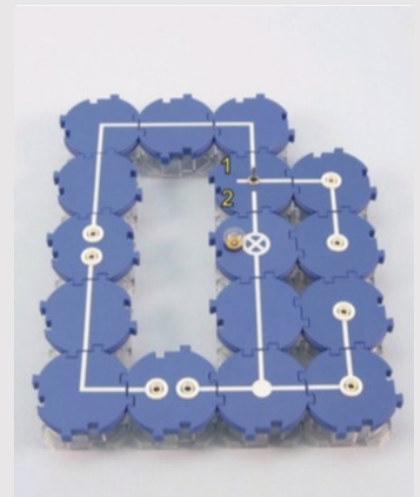
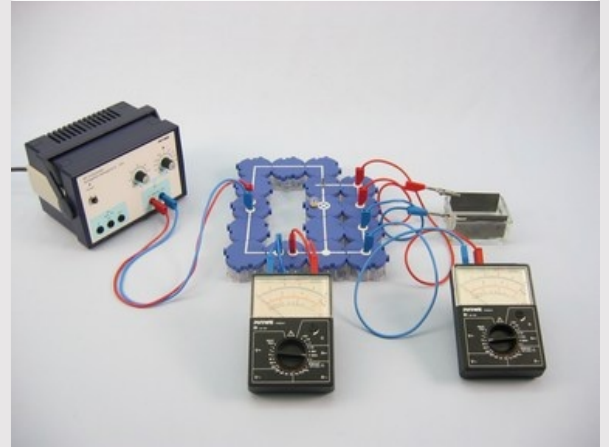
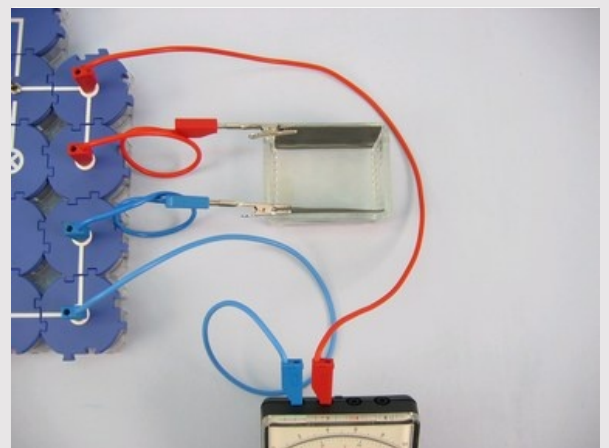

Fig. 1
Fig. 2
Fig. 3
- Zet de proef op zoals getoond in Fig. 1, Fig. 2 en Fig. 3. De omschakelaar staat op 1 (laden). Kies het meetbereik 300 mA- en 10 V-.